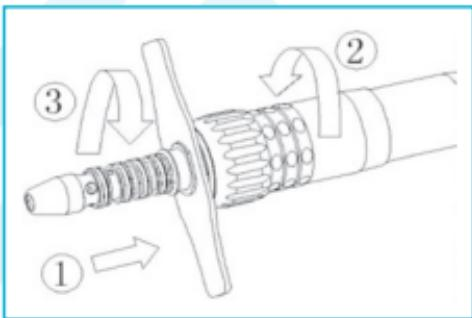

Fig. 6-1
- Aparafuse o acoplamento LED no tubo da turbina (Fig. 6-1①).